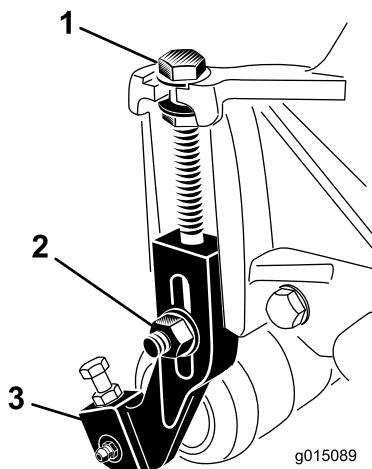

Figura 18
- Desaperte as porcas de bloqueio que fixam os braços da altura de corte às placas laterais da unidade de corte (Figura 18).